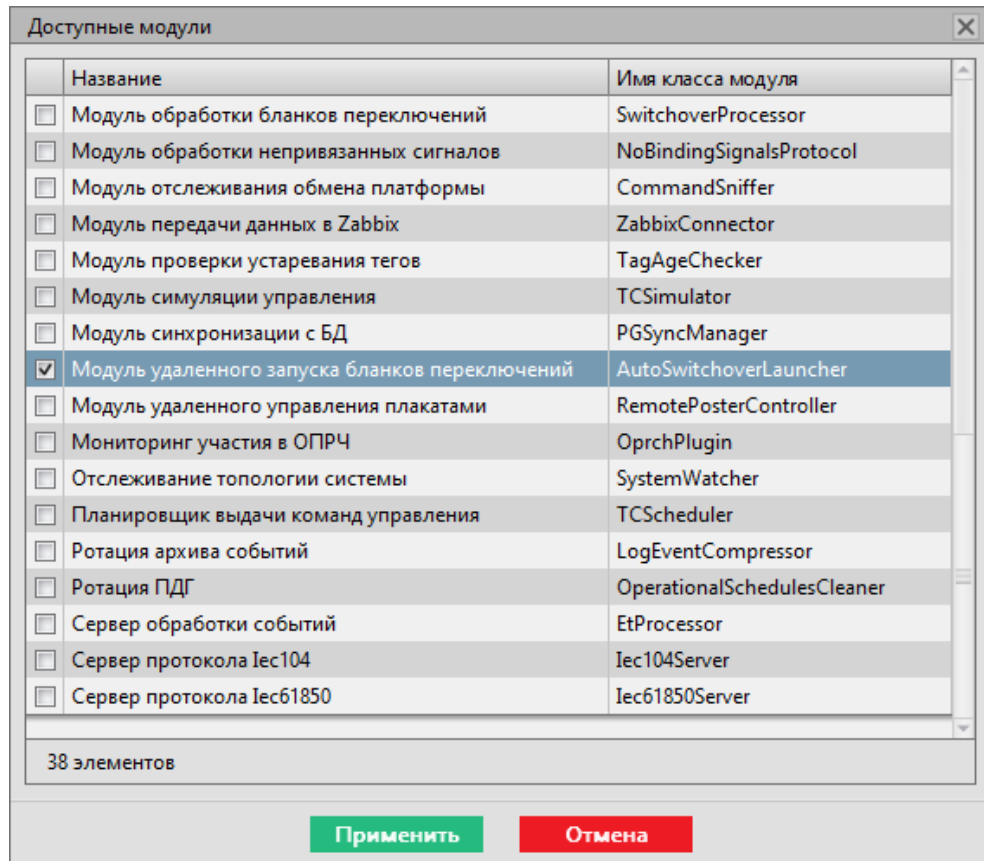

Рисунок 350 - Добавление модуля удаленного запуска бланков переключений
3. Перейдите на вкладку **Настройки узла** и добавьте **Модуль удаленного запуска бланков переключений** в сервисный узел(ы) (*Redkit_System_Service* или *Redkit_Master* и *Redkit_Slave*, в зависимости от типа конфигурации) (Рисунок 350).